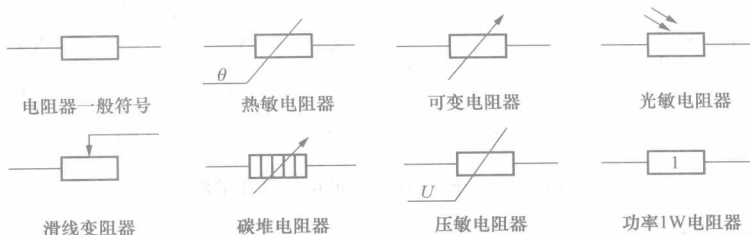

图1-1 限定符号应用举例
(1) 基本符号。基本符号用来说明电路的某些特征,但不表示独立的电气元件。如“~”表示交流,“-”表示直流。
(2) 一般符号。一般符号是用来表示一类产品特征的一种简单图形,如“(M)”表示交流电动机,“8”表示双绕组变压器。
(3) 限定符号。限定符号是用来提供附加信息的一种加在其他图形符号上的符号,一般由具有一定方向的箭头、短横线或小圆点等构成,如图1-1所示。限定符号可以表示电量的种类、可变性、力和运动的方向、(流量与信号)流动方向等。限定符号一般不能单独使用。